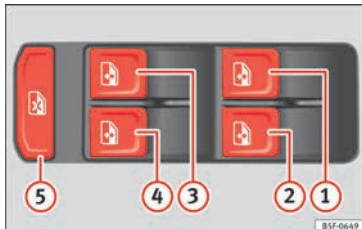

Abb. 128 Ausschnitt der Fahrertür: Tasten zum Bedienen der elektrischen Fensterheber
Durch Drücken der Sicherheitstaste »» **Abb. 128** können Sie die Bedientasten in den hinteren Türen deaktivieren. Durch erneutes Drücken der Sicherheitstaste werden die Bedientasten in den hinteren Türen wieder aktiviert.
- **Wenn Kinder auf dem Rücksitz mitfahren, empfehlen wir aus Sicherheitsgründen durch Drücken der Sicherheitstaste »» **Abb. 128** die Bedientasten der hinteren Fenster zu sperren.**